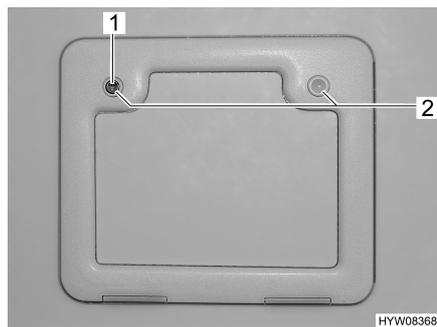

Fig. 12 Trampilla exterior del cassette Thetford
- Introducir la llave en el cilindro de cierre del cierre a presión (Fig. 12,1) y girarla un cuarto de vuelta.
- Presionar ambos cierres a presión (Fig. 12,2) al mismo tiempo con el pulgar y abrir la trampilla exterior.
- Introducir la llave en el cilindro de cierre (Fig. 12,1) y girarla un cuarto de vuelta.